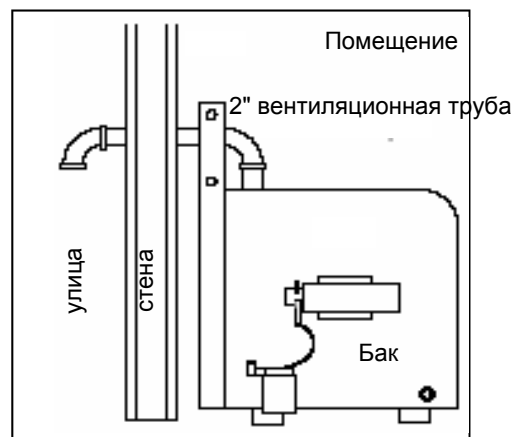

Рис. 3
1. После того, как бак установлен на место, возможна установка вентиляционного канала (не входит в комплект поставки). Для данной модели стандартного бака используется труба диаметром 2" с нормальной конической трубной резьбой, проложенная через наружную стену и оканчивающаяся коленом с углом 90°, повернутым вниз. (Рис. 3)